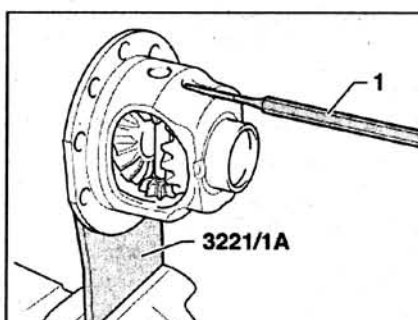

Рис. 4.98. Выбейте блокировочный палец 1 с помощью пробойника.
5. Выбейте блокировочный палец 1 с помощью пробойника (рис. 4.98).